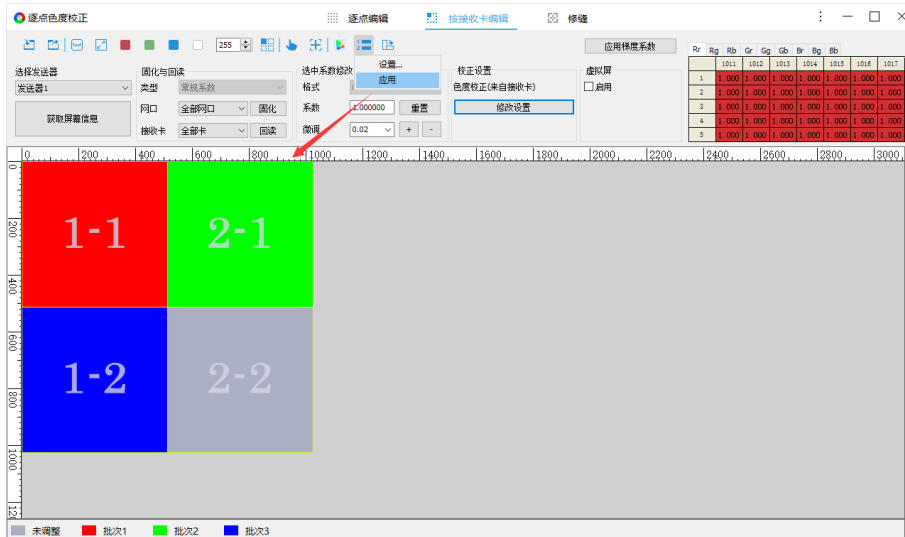

图 8.3.8 应用批次调整
- 步骤 3：点击 ，选择“应用”，将批次调整应用到指定的校正系数。如图 8.3.8 所示。